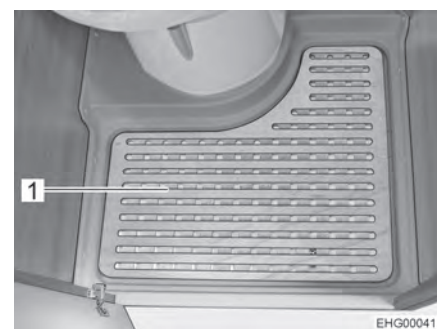

Bild 114 Uttagbar golvplatta
- Ta bort den uttagbara golvplattan (Bild 114,1) när du vill duscha.